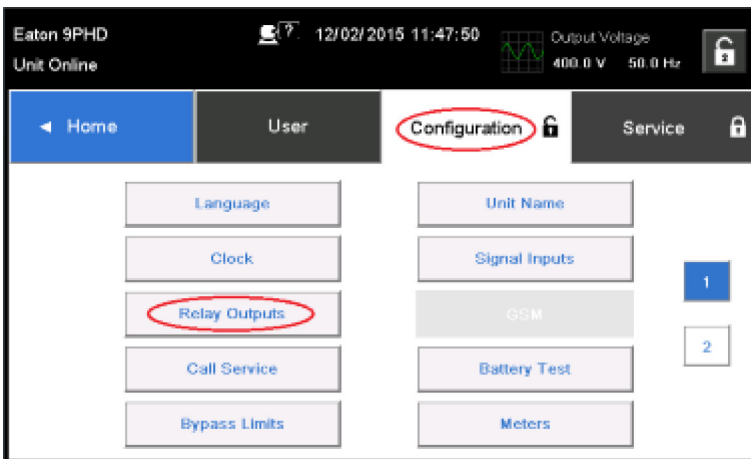

Рисунок 36. Варианты настройки релейных выходов
10. Реле можно проверить, выбрав любую опцию в тестовом режиме (см. Рис. 36).